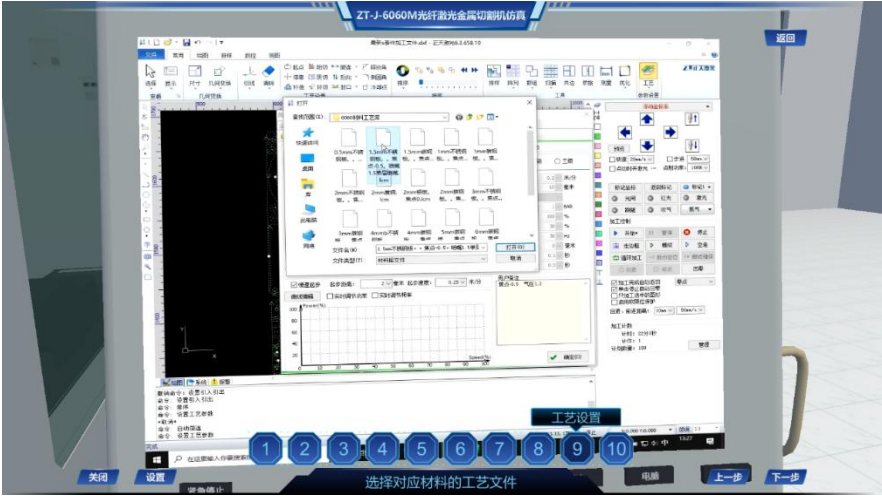

图 13 选择对应材料的工艺文件
(13) 第十三步：选择对应材料的工艺文件，手动调节焦距和气压数值，如图 13 所示。